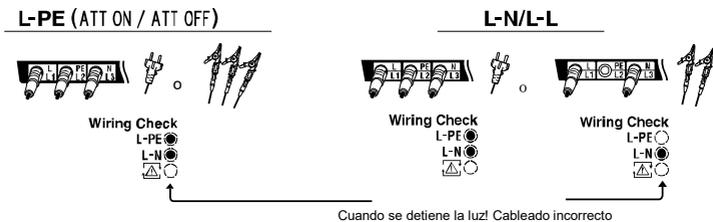

Fig. 7-6
(2) Conecte el Cable de prueba al instrumento. (Fig. 7-6)